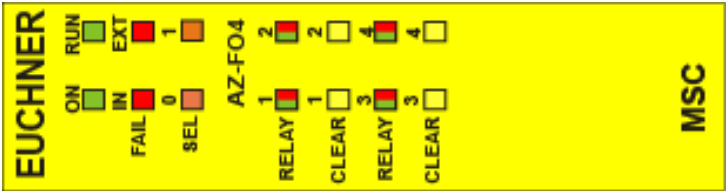

Fig. 25:
8.3.10. Módulo AZ-FO4 (Fig. 25)